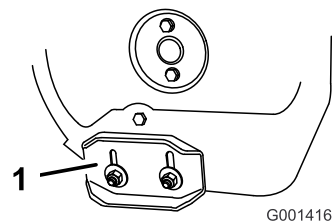

Рисунок 42
3. Ослабьте затяжку гаек, крепящих оба полоза к боковинам шнека, так, чтобы шнек мог легко перемещаться вверх и вниз (Рисунок 42).